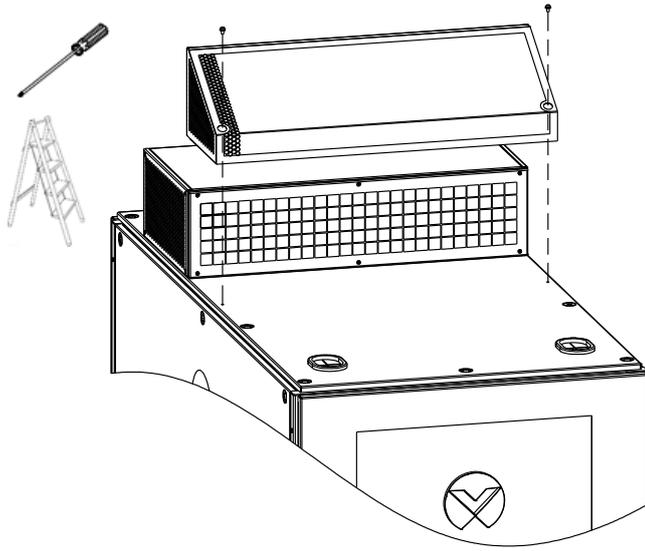

图4-2 拆除 ECO 风扇模块装饰网罩
1. 拆除装饰网罩固定螺钉（2 颗），向上拆除卡在风扇模块上的装饰网罩，如图 4-2 所示；